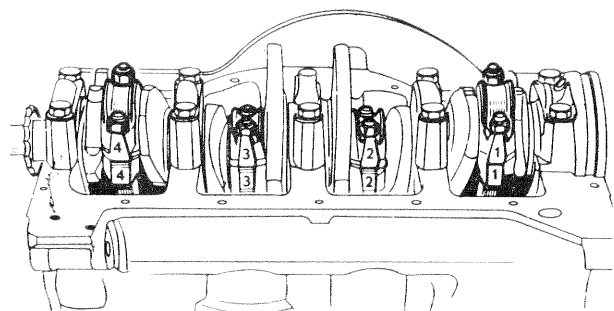

Fig. 31. — Repérage des bielles (1 côté embrayage)
- Récupérer les chapeaux de bielles et les coussinets (fig. 31).